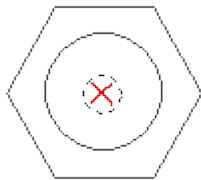
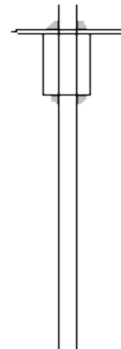

Abb. 1: Bohrmarkierung
Abb. 2: Grau sind die Stellen, an denen mit Silikon abgedichtet wird.
- Der Plastikstopfen wird so durchbohrt, dass das Glasrohr gerade hindurch passt (Abb.1). Nun wird das Glasrohr so weit durch den Stopfen geschoben, dass es möglichst weit in den Schütteltrichter hineinragt. Nachdem man die optimale Länge bestimmt hat, wird das Glasrohr am Stopfen mit Silikon luftdicht fixiert (Abb. 2).